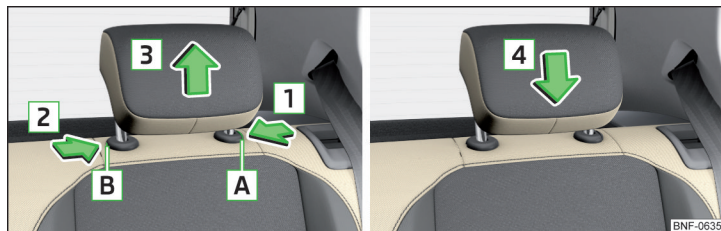

Fig. 54 Udtagning/isætning af hovedstøtte bagi
- Hold låsekappen **A** inde i pilens retning **1**, tryk samtidig låsekappen i åbningen **B** i pilens retning **2** med bilnøglen, og tag støtten ud i pilens retning **3** » Fig. 54.